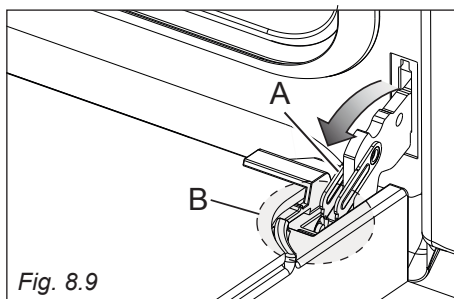

Fig. 8.9
- Ouvrez complètement le levier "A" sur les charnières de gauche et de droite (fig. 8.9).
- Refermez doucement la porte jusqu'à ce que les leviers "A" des charnières gauche et droite s'accrochent sur la partie "B" de la porte (fig. 8.9).